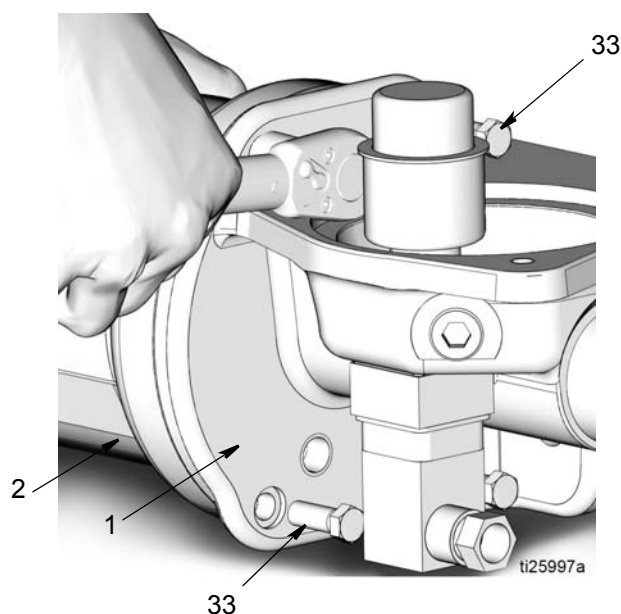

FIG. 18
14. Utiliser une douille de 3/8 pouce pour retirer les 4 boulons (33) maintenant le cylindre pneumatique (2) sur la base de la pompe (1) (FIG. 18). Déposer le cylindre pneumatique de la base de la pompe.